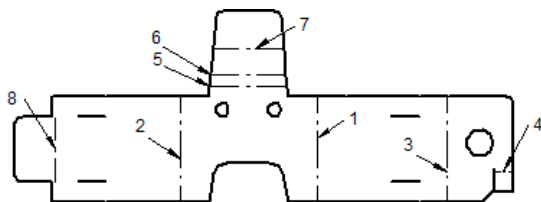

图 9.4.5 编辑标注符号
Step6. 编辑标注符号。单击标注的标注符号，然后在弹出的命令条中单击“指引线”按钮 ，然后将符号拖动到合适的位置，结果如图 9.4.5 所示。